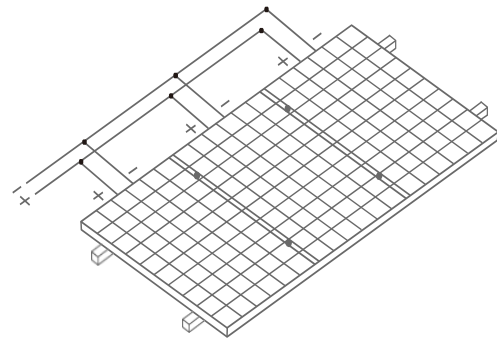

图21 并联方式
- 并联时，整串组件的输出电流等于每个支路组件或组件串的电和（并联方式如图 21 所示），每串组件都要安装保险丝，组件最大并联数参考公式：最大保护电流 / (1.25* 短路电流)，具体请参考该国家或地区或当地的规范。